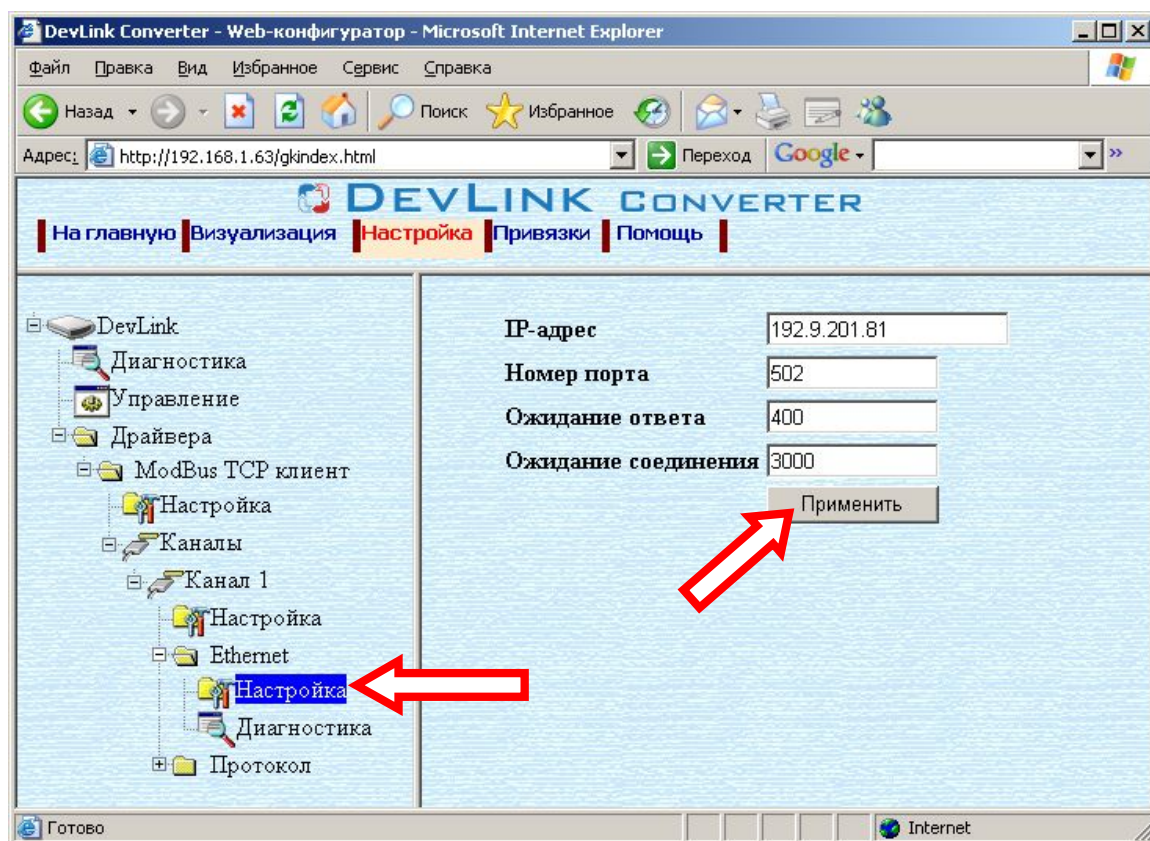

Рисунок 3.9 – Настройка модуля Ethernet
- Выберите в дереве объектов *папку «Настройка»* модуля Ethernet нужного канала драйвера (рисунок 3.9).
- Задайте необходимые настройки и для их применения нажмите кнопку «Применить» (рисунок 3.9).